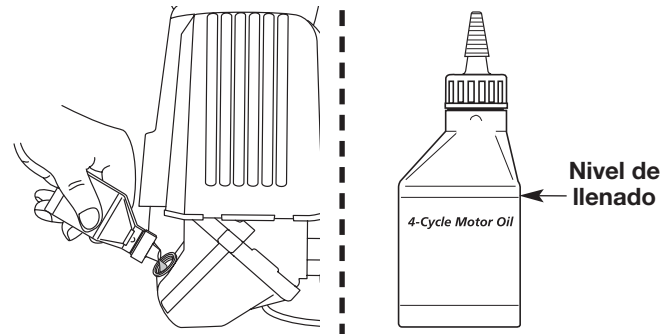

Fig. 43
**NOTA:** Use la botella y la boquilla que guardó del uso inicial para medir la cantidad correcta. El nivel de 90 ml (3,4 onzas fluidas) está aproximadamente en la parte superior de la etiqueta de la botella (Fig. 43). Mida el nivel con la varilla de medición. Si el nivel está bajo, agregue una pequeña cantidad de aceite y vuelva a medir (Fig. 43). No lo llene demasiado.